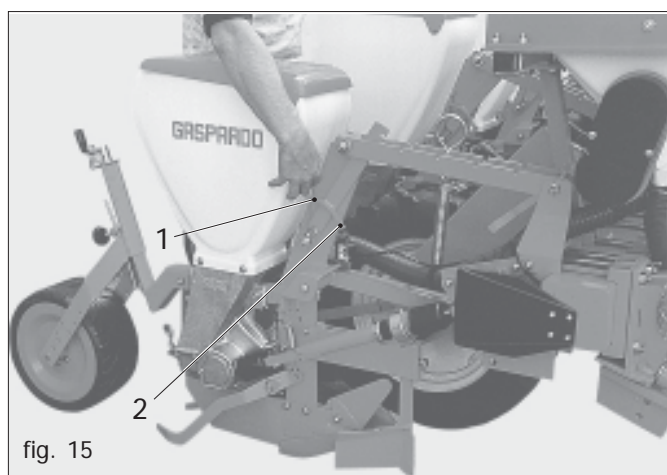

fig. 15
- Agganciare la molla nella posizione 1 (Fig. 15);
- Agganciare la molla nella posizione 2 (Fig. 15).